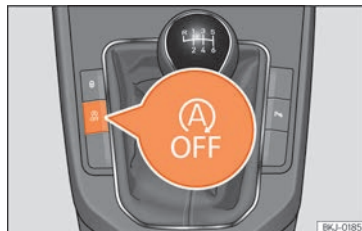

Abb. 138 Mittelkonsole: Taste des Start-Stopp-Systems.
- Um das Start-Stopp-System manuell aus-/einzuschalten, drücken Sie die Taste  »» **Abb. 138**.